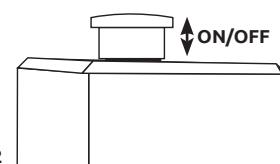

Figure 2
- ▶ Ouvrez la vanne de sortie, réglez le bouton de l'interrupteur de pression en position «ON» (Fig.2) et laissez le compresseur fonctionner pendant 10 minutes sans charge, afin d'assurer la lubrification des pièces mobiles avant le service régulier.